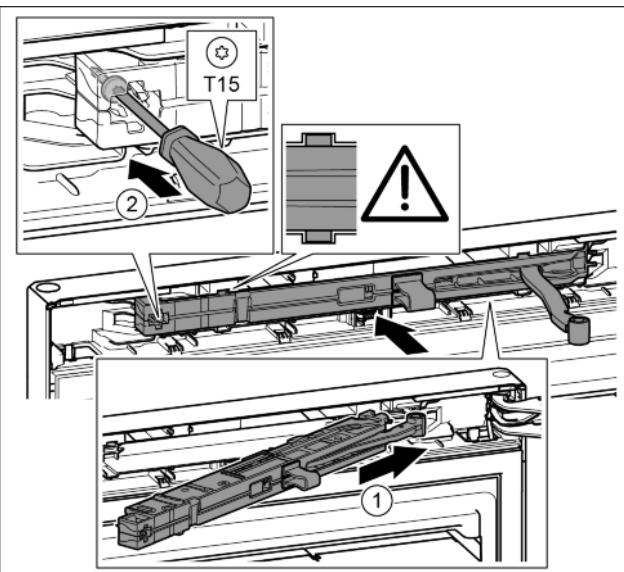

Fig. 20
► Gurnite jedinicu prigušivača zatvaranja na strani podloška ležaja do graničnika koso u otvor. Fig. 20 (1)
► Odvijačem T15 čvrsto pritegnite vijak. Fig. 20 (2)